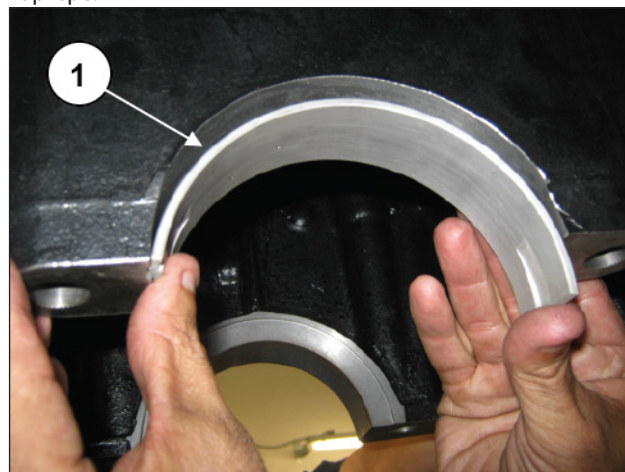

Рис. 108
Установите половины вкладышей коренных подшипников (поз. ①, Рис. 108) в соответствующие гнезда в заднем картере.